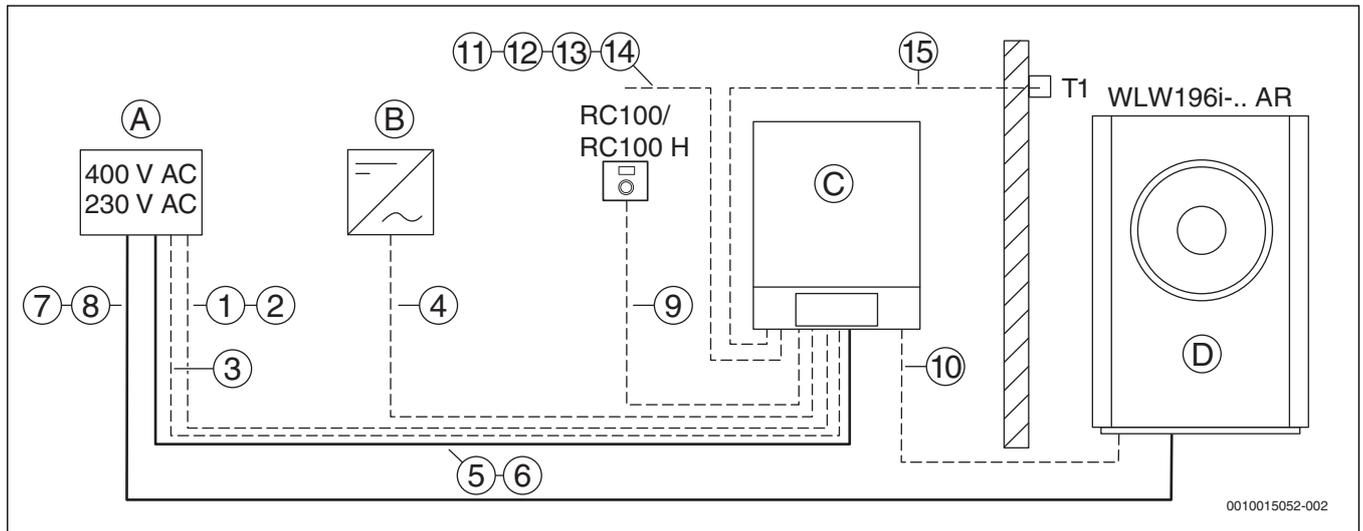
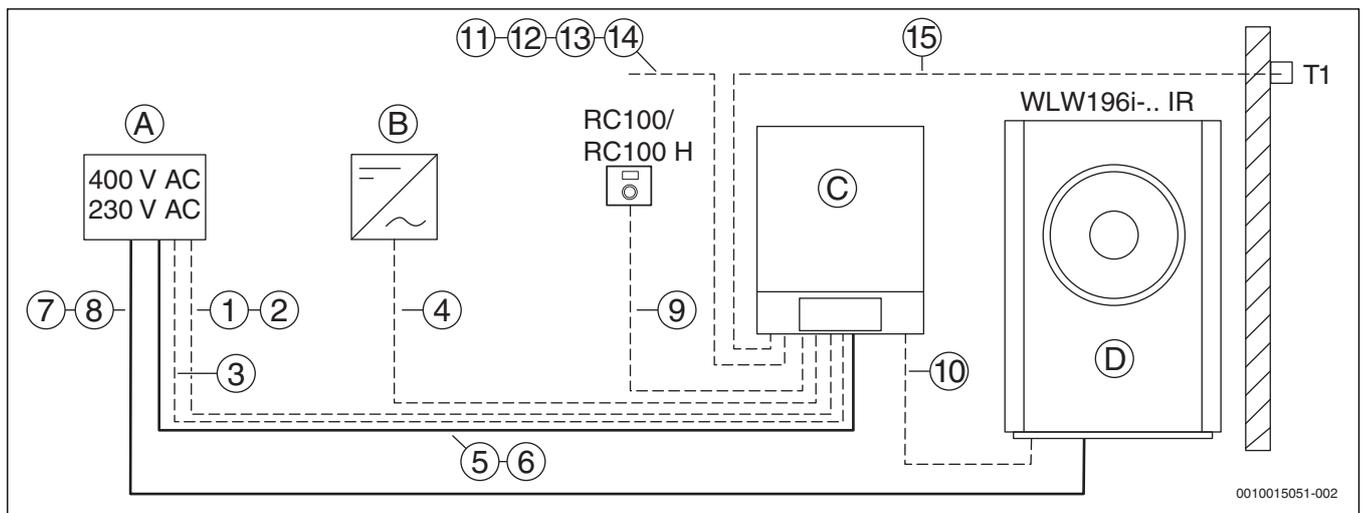

Bild 14 Kabelzugplan der elektrische Leitungen bei Außenaufstellung (Prinzipdarstellung)
Bild 15 Kabelzugplan der elektrische Leitungen bei Innenaufstellung (Prinzipdarstellung)
**Legende für Bild 14 und Bild 15:**
Tab. 4 Legende zu Bild 14 und Bild 15